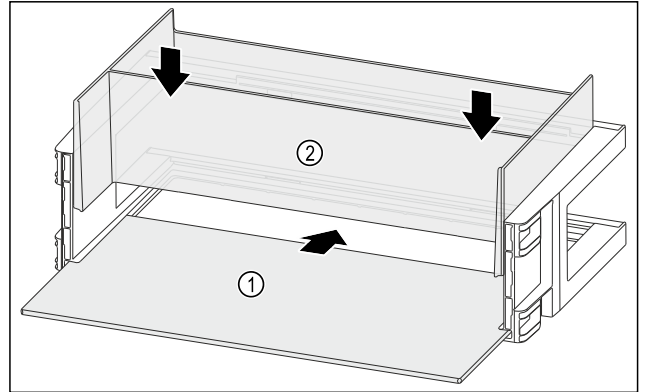

Fig. 94
- Raf alanını Fig. 94 (1) yandaki girintinin içine itin.
- Düzenleyiciyi Fig. 94 (2) yerleştirin.